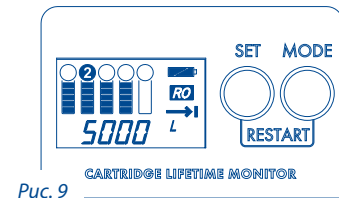

Рис. 9
b. Нажмите кнопку MODE и удерживайте до звукового сигнала. На дисплее появится отображение установленного ресурса для конкретной ступени. Последовательными нажатиями кнопки MODE выберите цифру, которую хотите изменить. Последовательными нажатиями кнопки SET установите нужное значение. Нажатиями кнопки MODE перейти к следующей цифре и кнопкой SET установить требуемое значение. Повторить действия для всех требуемых цифр. Для выхода из режима установки нажать и удерживать кнопку MODE до двойного звукового сигнала. При этом на короткое время (менее секунды) отобразится старое значение и появится новое (Рис. 9).